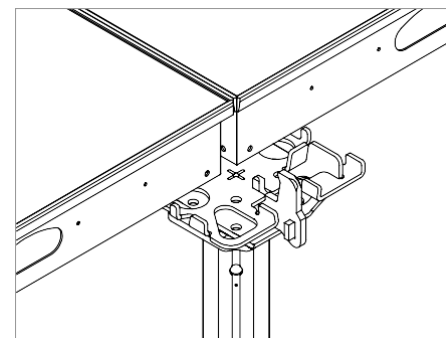

Fig. A5.14a
- кърпежът е \leq конзолата. (Fig. A5.14a)